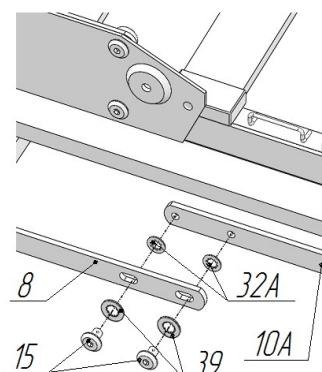

Рис.6.3
7. Соединить в соответствии с рисунками 6.3, 6.4 тяги поз. 10 и 10А с тягами поз.7,8, присоединёнными к механизмам подъёма, используя шайбы стопорные поз.32А и винты M8x16 поз.15. Под головки винтов положить шайбы поз.39 (рис.6.3,6.4). Винты до упора не затягивать.
9. Привести раму кровати в горизонтальное положение. Расслабить винты поз.15, установленные в п.7 с обеих сторон кровати (рис.6.3,6.4). Добраться горизонтального положения полки поз.31 (тяги поз.10, 10А будут смещаться относительно тяг механизмов поз.7,8. Смотри п.7). Затянуть винты поз.15 до упора (рис.6.3,6.4).